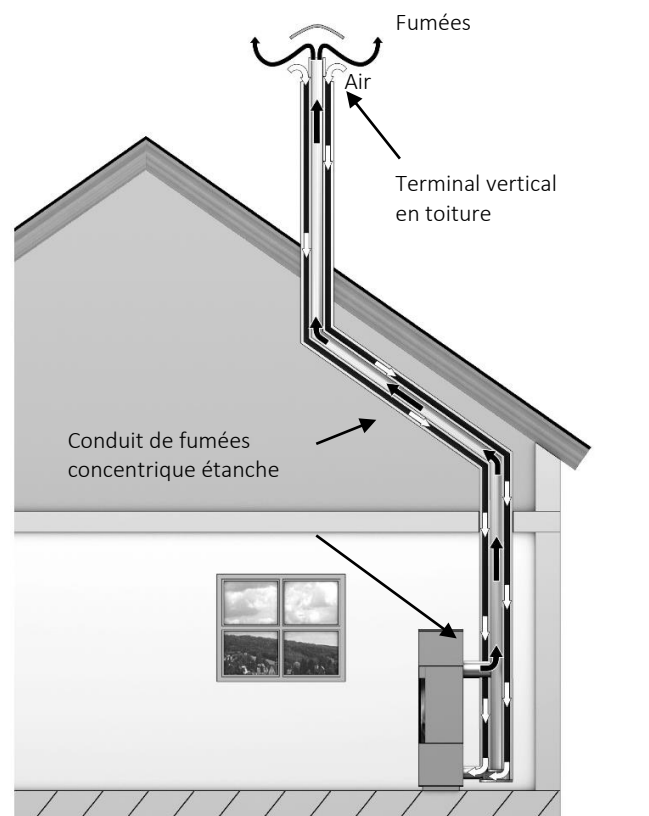
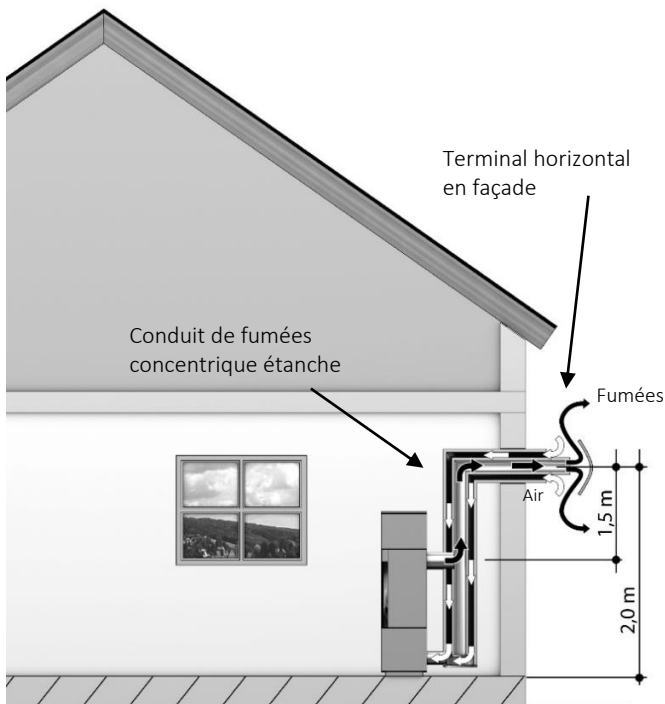

Fig. 20 Installation étanche Zone 2 ou Zone 1 ; (selon la hauteur du conduit)
Fig. 21 Installation étanche Zone 3
### 10.2.3.3 Installation avec raccordement étanche concentrique en Zone 2 et 3 (Fig. 20 et Fig. 21)
#### Prescriptions en Zone 2 (Fig. 20)
#### Prescription en Zone 3 : (Fig. 21)
- Le principe de fonctionnement en Zone 3 préconise des hauteurs à respecter selon la Fig. 21,